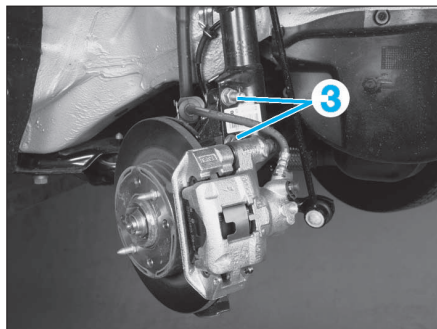

FIG. 18
- les vis de fixation inférieures (3) de l'élément de suspension (Fig.18).